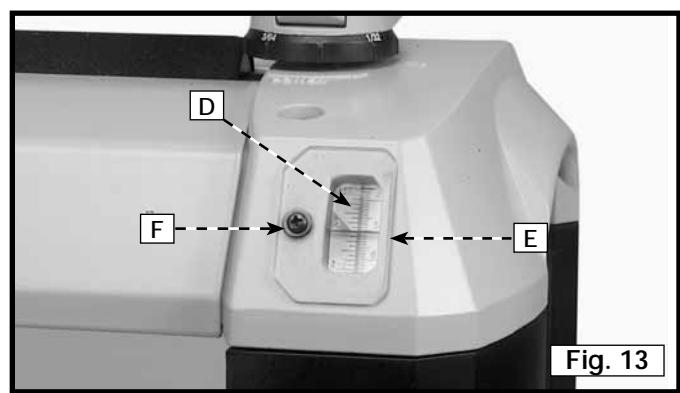

Fig. 13
Una escala doble inglesa y métrica (D), Fig. 13, y un indicador (E) están ubicados en la parte delantera de la máquina e indican el grosor de la pieza de trabajo acabada. Para ajustar el indicador (E), pase un pedazo de madera por la máquina. Mida el grosor de la pieza de trabajo y si es necesario realizar un ajuste, afloje el tornillo (F) y ajuste el indicador (E) según corresponda. Luego, apriete el tornillo (F).